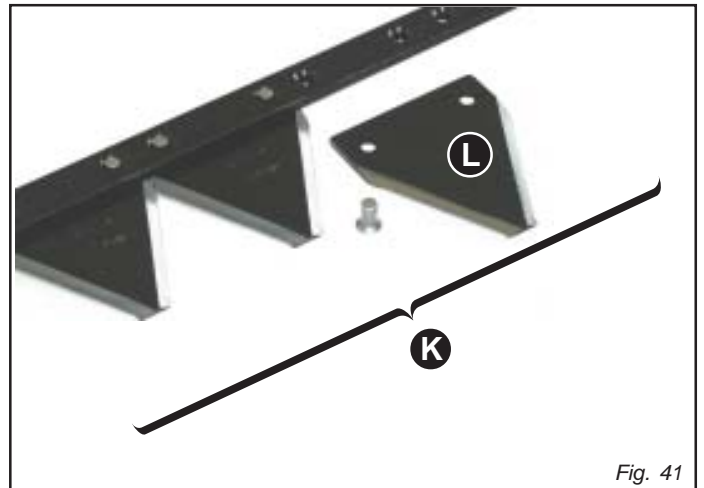

Fig. 41
### REPLACEMENT DE LA TIGE PORTE-SECTIONS (K, Fig. 41)
### REPLACEMENT SECTIONS (L, Fig. 41)
- River une nouvelle section avec les rivets spéciaux (L, Fig. 41).